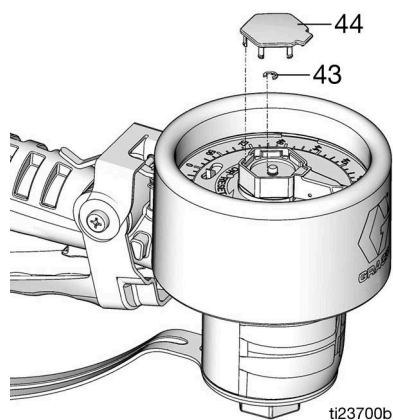

FIG. 35
5. Installare l'anello d'arresto piccolo (43) e il coperchio (44) (FIG. 35).